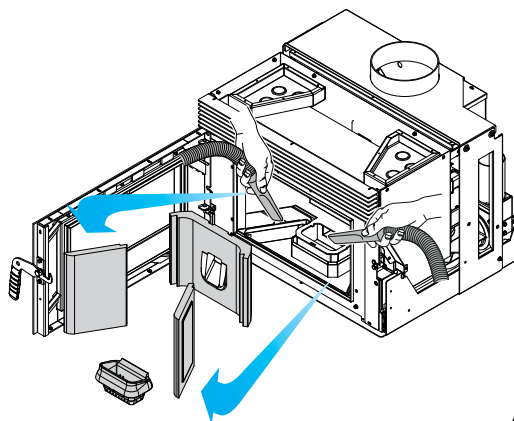

Abb. 7.15
- C) Retirar las placas refractarias del hogar y aspirar las cenizas residuales (Fig. 7.15). Realizar al menos una vez al mes o cada 300 kg de pellet quemado.